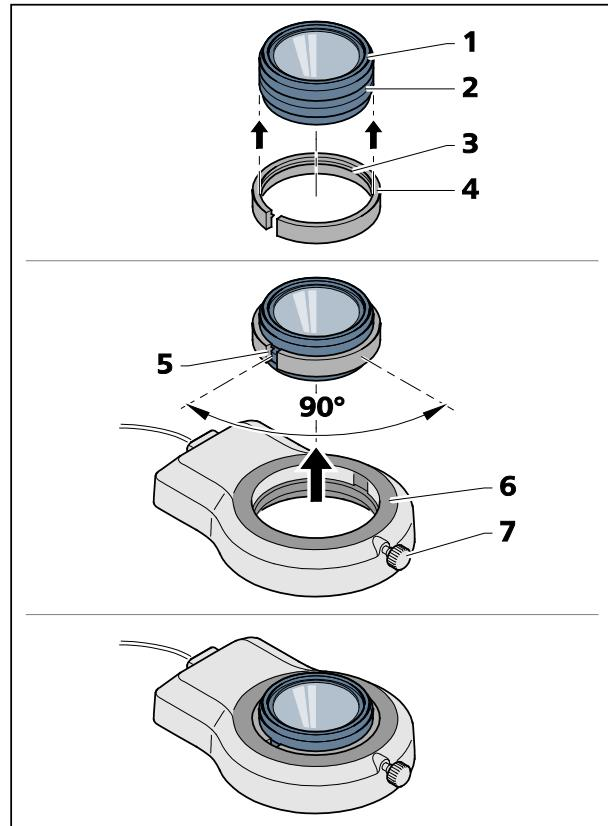

Fig. 14 Montage de l'éclairage annulaire sur la lentille additionnelle 3
- Emboîter la bague d'adaptation fendue (Fig. 14/4) (diamètre ext. 66 mm, int. 58 mm) par le bas sur la lentille additionnelle (Fig. 14/1). Le bourrelet circonférentiel intérieur (Fig. 14/3) de la bague d'adaptation doit s'engager dans la rainure extérieure de la lentille additionnelle (Fig. 14/2).
- Glissez l'éclairage annulaire (Fig. 14/6) sur le diamètre extérieur de la bague d'adaptation et fixez-le avec la vis de serrage (Fig. 14/7).
Le serrage est parfait lorsque la fente (Fig. 14/5) de la bague d'adaptation est décalée d'environ 90° par rapport à la vis de serrage (Fig. 14/7) de l'éclairage annulaire.